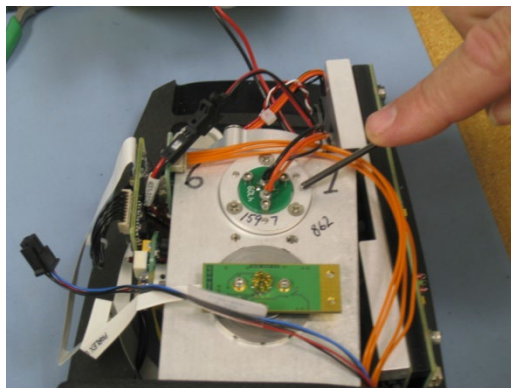

Figure 29 Ensemble source dans le cadre de l'interféromètre.
- 6 Identifiez le montage source. La source se trouve au-dessus du cadre de l'interféromètre. Il est sécurisé par trois vis à tête Phillips (voir Figure 29). Retirez les trois vis à l'aide du tournevis Phillips approprié.